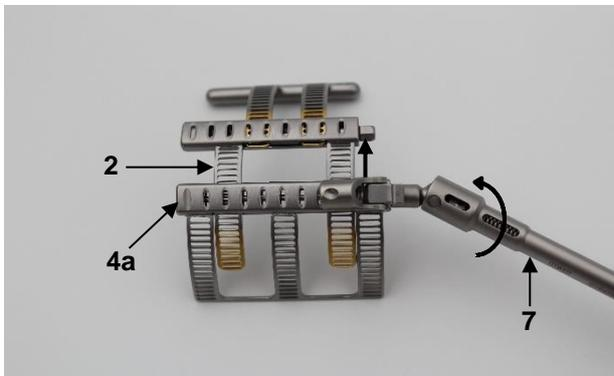
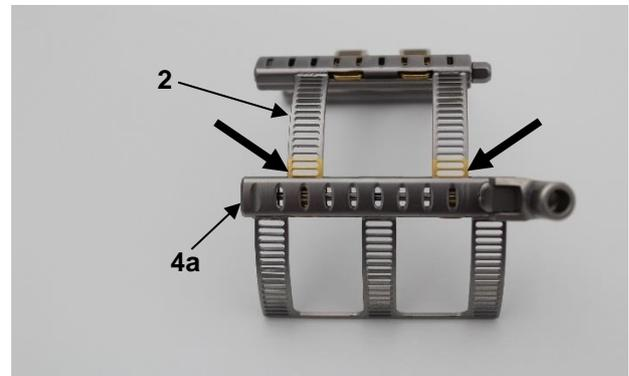

Abb. 3a
Abb. 3b
Anschließend das primäre Element (2) mithilfe des geeigneten Schraubendrehers (7) ausfahren. Hierfür den Transportmechanismus an dem Kastenmodul des Basiselements (4a) mithilfe eines geeigneten Schraubendrehers (7) im Uhrzeigersinn drehen (Abb. 3a). Das primäre Element (2) nur soweit ausfahren bis die ersten beiden goldfarbigen Langlöcher aus dem Kastenmodul (4a) zu sehen sind (siehe Abb. 3b).